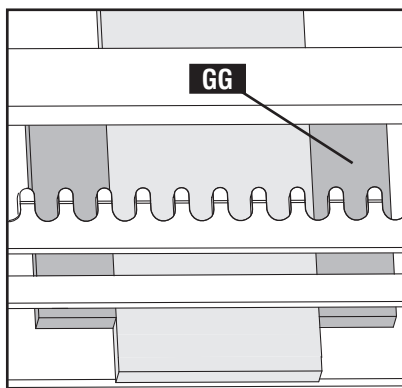

Fig. H21
REMARQUE : si les planches de bois de rebut sont fixées avant d'effectuer les découpes, s'assurer que la pièce de bois de rebut à la gauche de la planche à tenonner est de la même largeur que la pièce de bois de rebut (GG), fig. H21, à la droite de la planche à rainurer. Ce montage particulier garantit que le bord gauche de la planche à tenonner et le bord droit de la planche à rainurer sont équidistants des extrémités du gabarit avant d'amorcer les découpes.